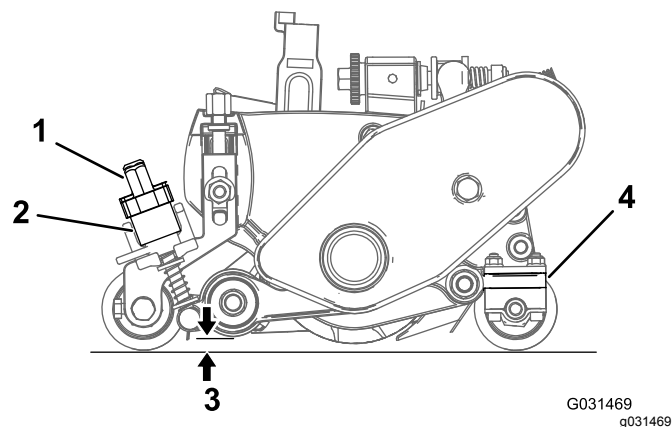

図 26
- A. クイックアップレバー 図 26 を作業位置にハンドルがカッティングユニットの前方を向くようにセットする。
- B. グルーマリール的一端側で、ブレードの一番低い刃先と床との距離を測る 図 26。高さ調整ノブ 図 26 を使って、グルーマの刃先の高さを希望の高さに調整する。